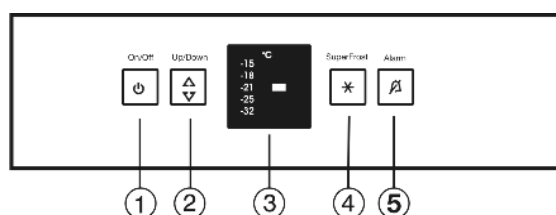

Fig. 2
- ▶ Toets On/Off Fig. 2 (1) indrukken.
Het akoestisch alarm stopt automatisch, de toets alarm *Fig. 2 (5)* gaat uit en de temperatuurdisplay stopt met knipperen, wanneer de temperatuur weer voldoende laag is
- ▶ Toets Alarm *Fig. 2 (5)* indrukken.